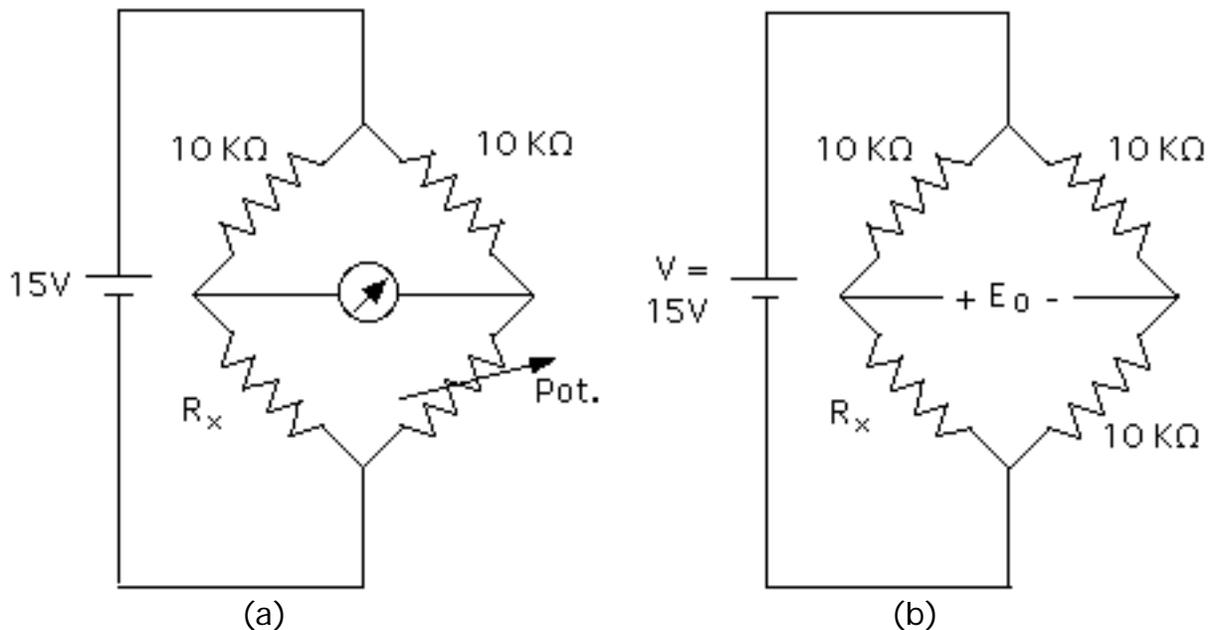

Figura 3.- Puente de Wheatstone
8.- Para el circuito mostrado en la Figura 3.a, el Puente de Wheatstone, explique su principio de funcionamiento, y deduzca la relación entre R_x y las otras resistencias del circuito cuando el puente está balanceado.
9.- Para el circuito mostrado en la Figura 3.b:
b) Indique como se conecta el amplificador de instrumentación del punto anterior a la salida del circuito de la Figura 3.b para obtener un medidor diferencial y diga cuál es la utilidad de esta conexión.
1) Monte el circuito de la Figura 3.a y mida el valor real de las resistencias indicadas en el pre-laboratorio utilizando el método de detección de cero. Si emplea un potenciómetro como resistencia de ajuste, use el óhmetro para medir el valor de dicho potenciómetro, o utilice como resistencia variable una de las décadas de resistencias calibradas, en caso de que estén disponibles en el laboratorio.
3) Monte el circuito de la Figura 3.b y conecte a su salida el amplificador de instrumentación. Mida la diferencia con respecto a 10k de las resistencias indicadas en el pre-laboratorio. Anote los resultados obtenidos en las tablas preparadas en el pre-informe. Incluya cualquier observación que juzgue de interés para explicar los resultados obtenidos.